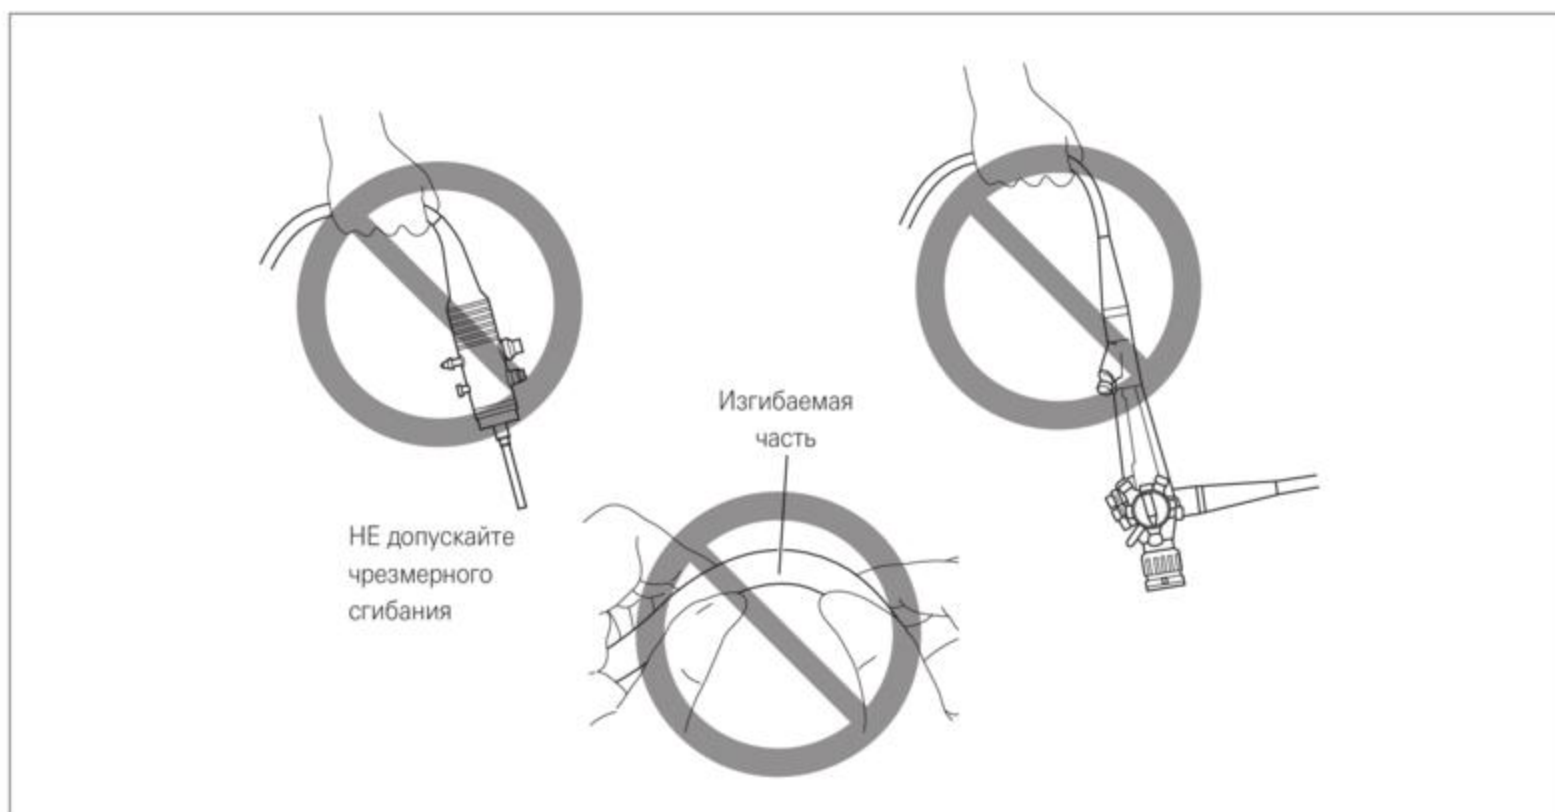

Рис. 3.3
- При транспортировке фиброскопа НЕЛЬЗЯ брать и нести его только за соединительный шнур или вводимую часть. Кроме того, НЕ сжимайте и не сгибайте чрезмерно изгибаемую часть. (Рис. 3.3) Это может привести к повреждению оборудования.